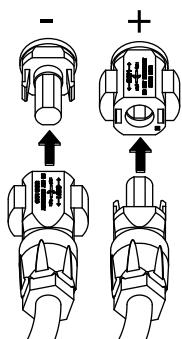

Fig. 31: Ligue o string FV
- 6.** Encaixe as tomadas e os conectores dos cabos CC no inversor.  **Fig. 31**